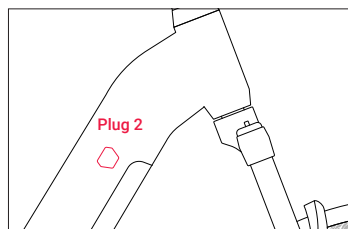

Figure 2
Étape 3: Retirez le couvercle en caoutchouc de la prise de charge et insérez la fiche CC (fiche 2) du chargeur dans la prise de charge de la batterie (fig. 2).